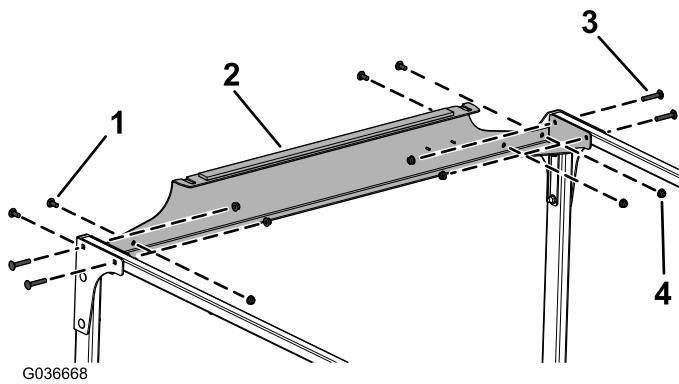

图10
9. 如图10 所示, 用 4 个托架螺栓 (5/16 x 1 1/4 英寸) 和 8 个凸缘螺母 (5/16 英寸) 将后交联松松地安装到交联管和后安装板上。